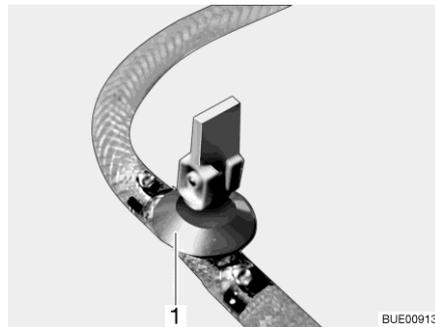
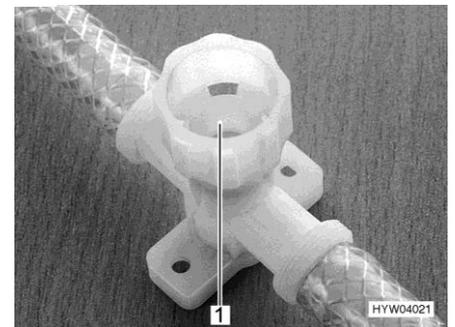

Bild 269 Ablasshahn (mit Kipphebel)
Bild 270 Ablasshahn (mit Drehkappe)
- Alle Ablasshähne schließen. Dazu den Kipphebel des Ablasshahns (Bild 269,1) waagrecht stellen oder die Kappe des Ablasshahns (Bild 270,1) im Uhrzeigersinn drehen.